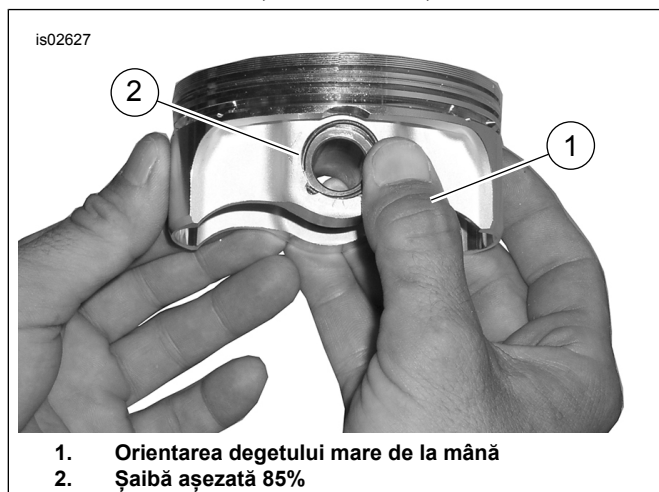

Figura 4. Montare șaibă
2. Consultați Figura 4 . Poziționați degetul mare de la mână (1) așa cum se arată. Apăsăți ferm până când aproximativ 85% din șabă (2) este așezată în canelură.